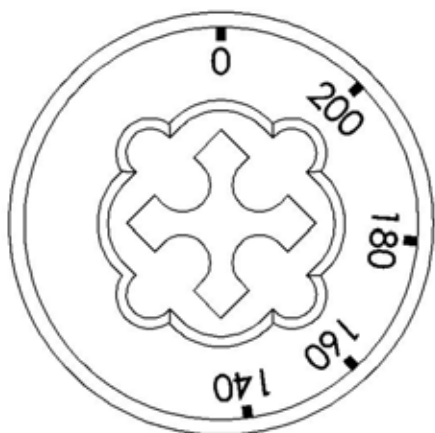

Fig. 3
- Enclencher (ON) l'interrupteur principal.
- Tourner la poignée (Fig. 3) et la placer dans la position avec l'indication correspondant à la température désirée.
- Reporter la poignée (Fig. 3) sur la position "0".